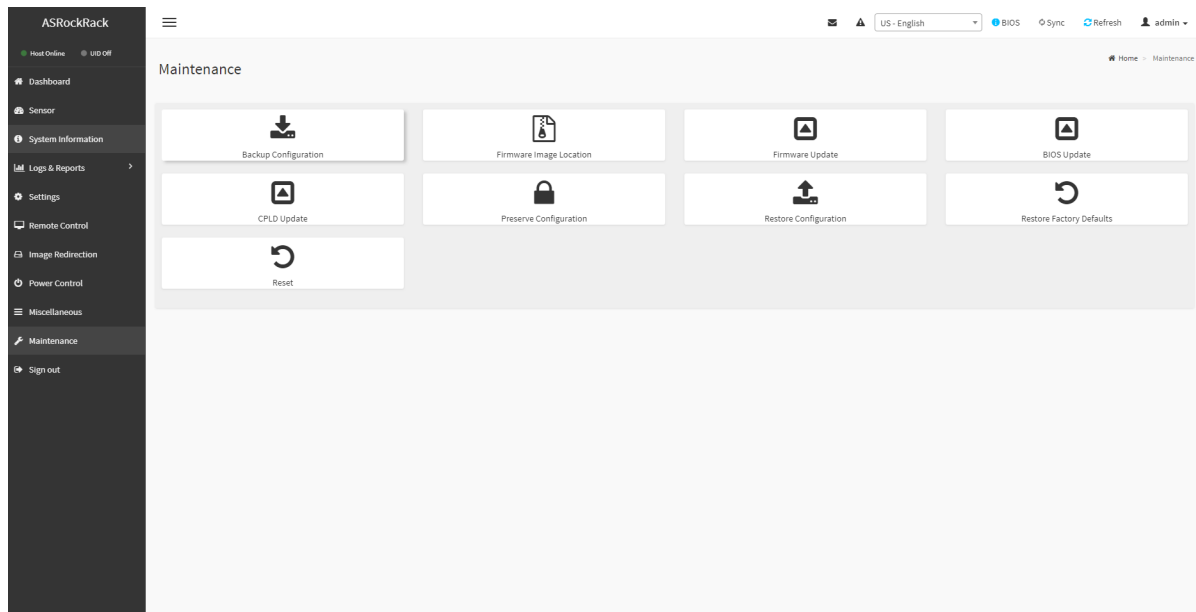

Рис. 91. Окно «Maintenance»
- 9) Пройдите во вкладку «Maintenance» в данной вкладке показана страница обслуживания сервера, предоставляет пользователям различные функциональные возможности для выполнения задач обслуживания сервера. Окно показано на рис. 91 Окно «Maintenance»